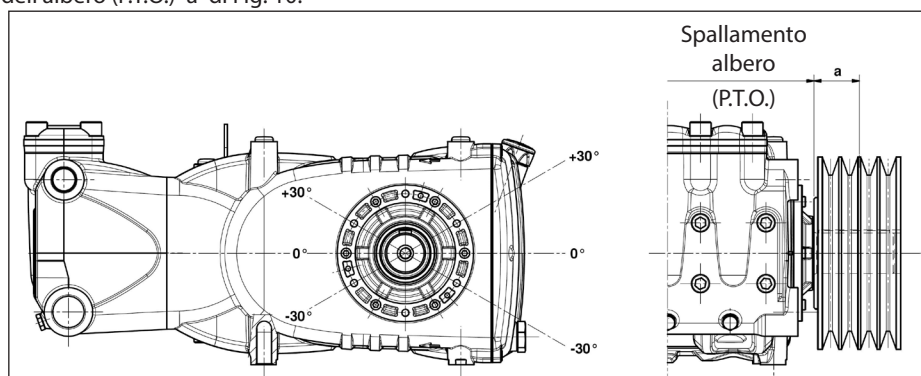

Fig. 10
La trasmissione è considerata adeguata se tale carico è applicato ad una distanza massima **a=40 mm** dallo spallamento dell'albero (P.T.O.) come indicato in Fig. 10.
- b) Utilizzare cinghie ad alto rendimento - per esempio **XPB** invece di **SPB** - in quanto risulterà necessaria una quantità inferiore di cinghie a parità di potenza trasmessa ed una conseguente distanza inferiore della risultante rispetto allo spallamento dell'albero (P.T.O.) "a" di Fig. 10.